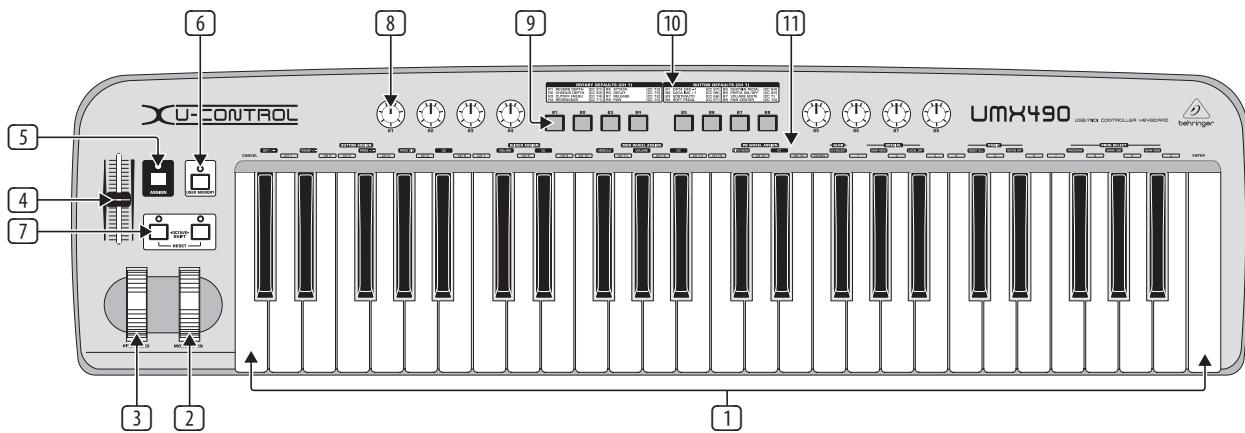

图 3.1 俯视图
- 使用出厂时已有的设置 (见图 3.1 ⑩) 这样, 你就只需要在接收设备上做设置就可以了。